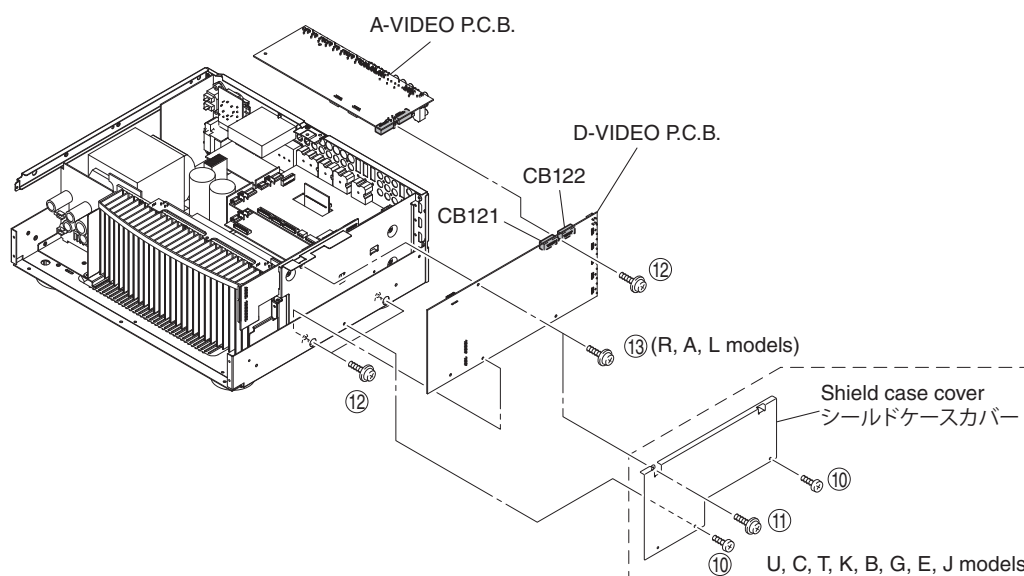

Fig. 4
- Remove 2 screws (10) and screw (11). (U, C, T, K, B, G, E models) (Fig. 4)
- Remove the shield case cover. (U, C, T, K, B, G, E models) (Fig. 4)
- Remove 3 screws (12). (Fig. 4)
- Remove screw (13). (R, A, L models) (Fig. 4)
- Remove CB121, CB122 and then remove the D-VIDEO P.C.B. which is connected directly to the A-VIDEO P.C.B. with board-to-board connectors. (Fig. 4)
- Remove the A-VIDEO P.C.B.. (Fig. 4)
- ⑩のネジ 2 本、⑪のネジ 1 本を外します。(Fig. 4)
- シールドケースカバーを取り外します。(Fig. 4)
- ⑫のネジ 3 本を外します。(Fig. 4)
- CB121、CB122 を外し、D-VIDEO P.C.B. を取り外します。ただし、D-VIDEO P.C.B. は、A-VIDEO P.C.B. に基板対基板コネクタで直接接続されています。(Fig. 4)
- A-VIDEO P.C.B. を取り外します。(Fig. 4)